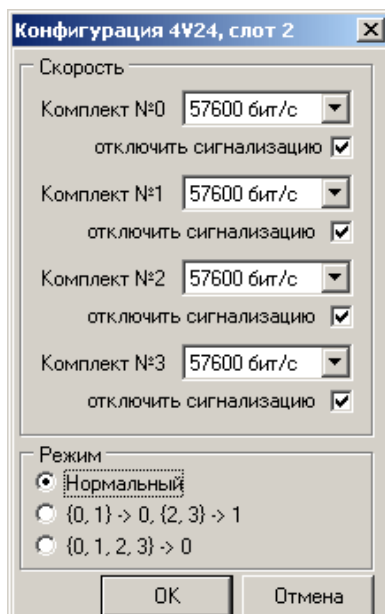

Рисунок 10
- щелкнуть правой кнопкой мыши на изображении нужной платы 4V24 и выбрать из контекстного меню пункт «конфигурация платы», после чего появится окно конфигурации платы 4V24 (рис. 10);